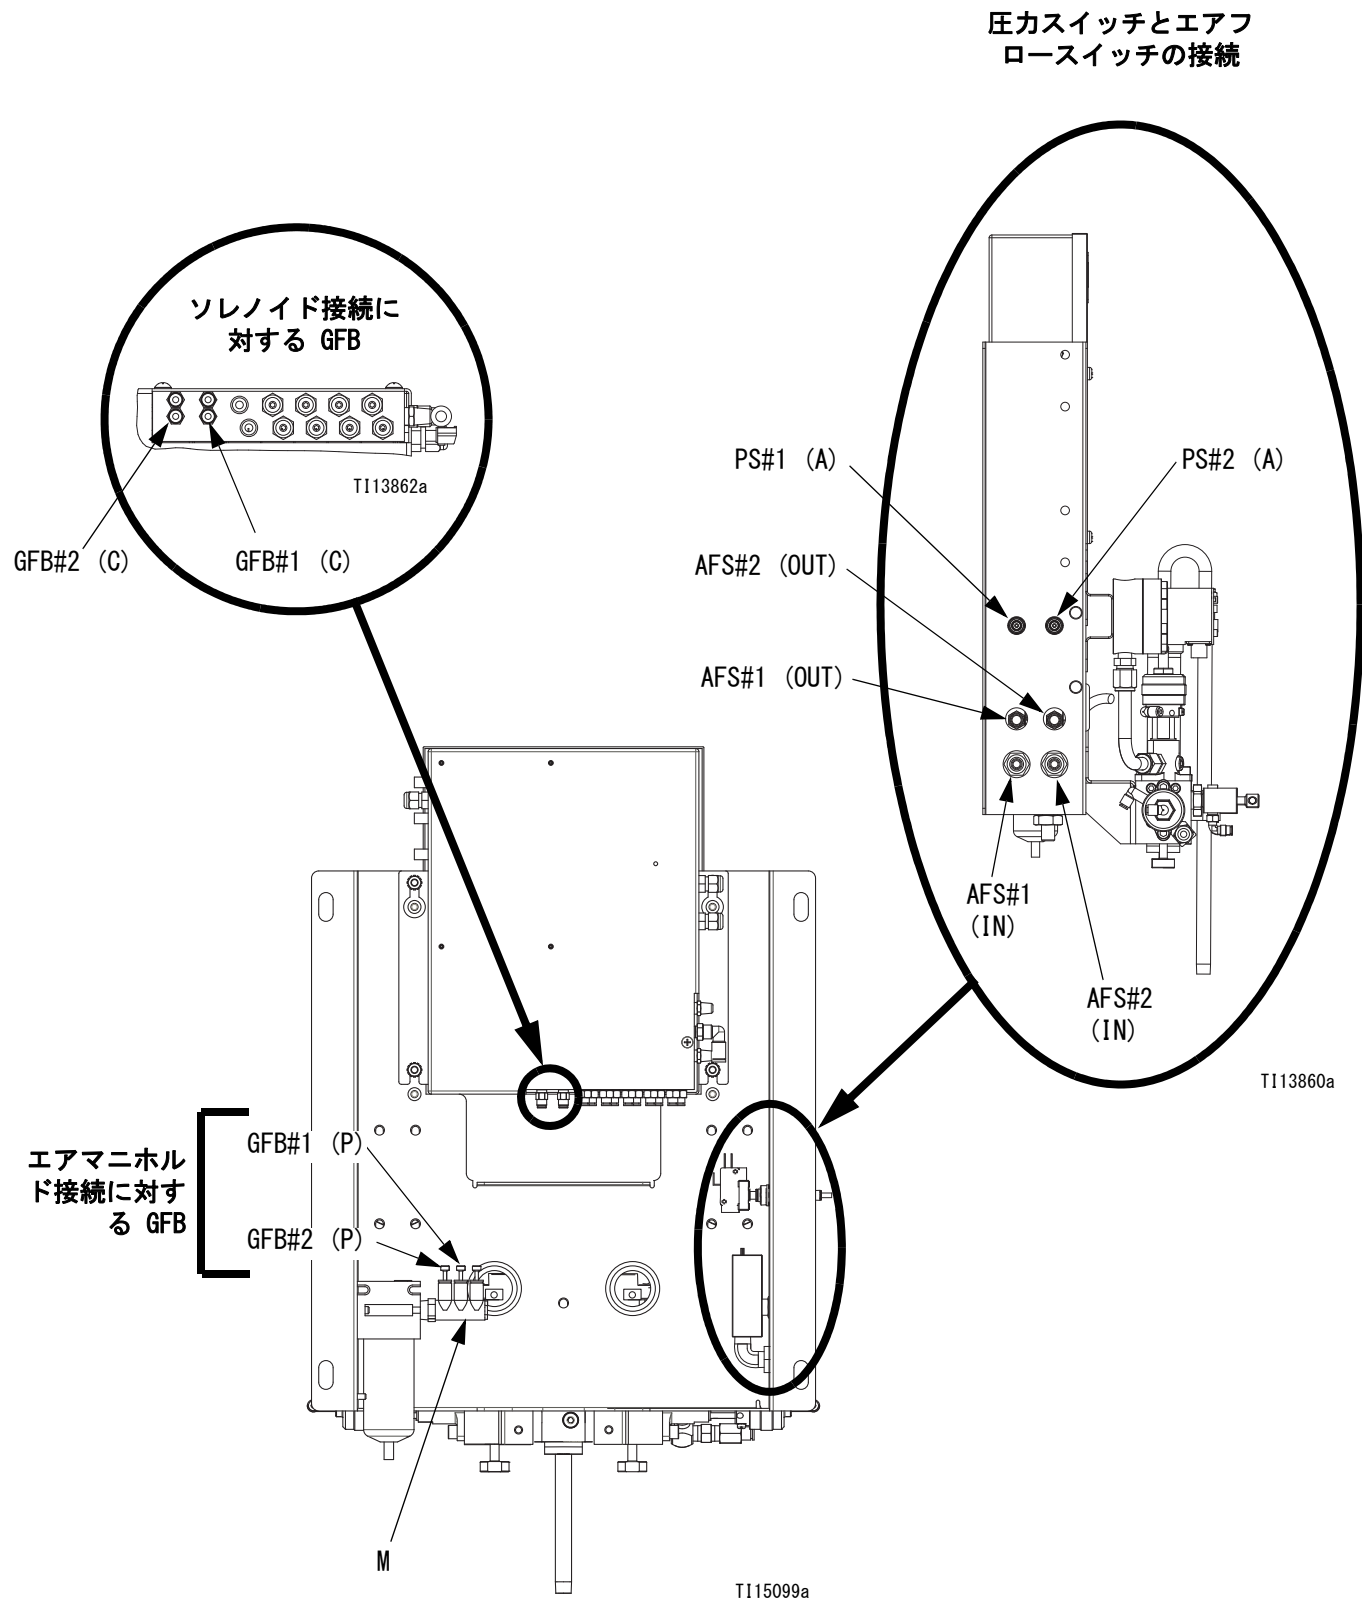

図 12: GFB ソレノイド、エアマニホールド、圧力スイッチ、エアフロースイッチ接続 (ProMix 2KS で図示)
1. P 金具からエア供給マニホールドまで (M、図 12)。清潔で、乾燥したエア供給を使用します (10 ミクロンまでフィルタ)。
2. A 金具から圧カスイッチエア入力まで (PS、図 12)。
3. C 金具からガン洗浄ボックスソレノイド (GFB、図 12) 出力まで。